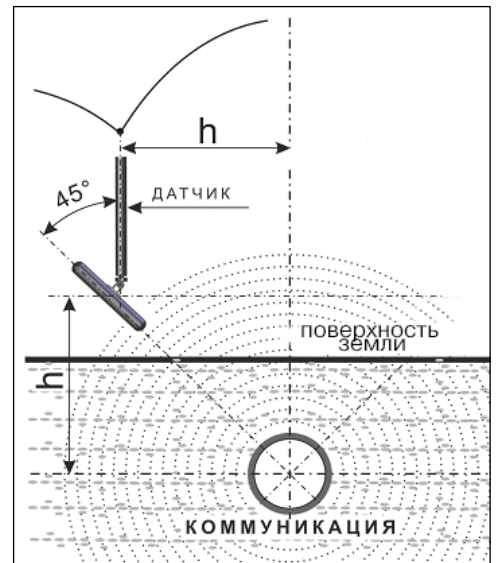

Рис.5.1
**Метод 2:** При положении антенны EMD перпендикулярно трассе и под углом 45° к поверхности земли минимум сигнала наблюдается на удалении от точки «над трассой», равном глубине залегания коммуникации, когда ось антенны пересекает ось трассы (рис. 5.1).